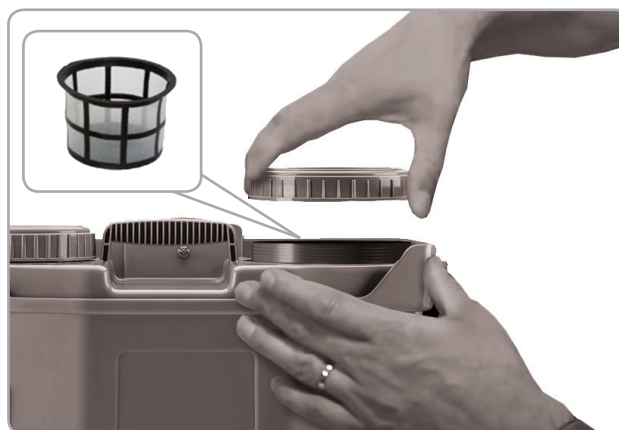

Fig.10
- Strângeți la loc capacul filtrului; Fig 10